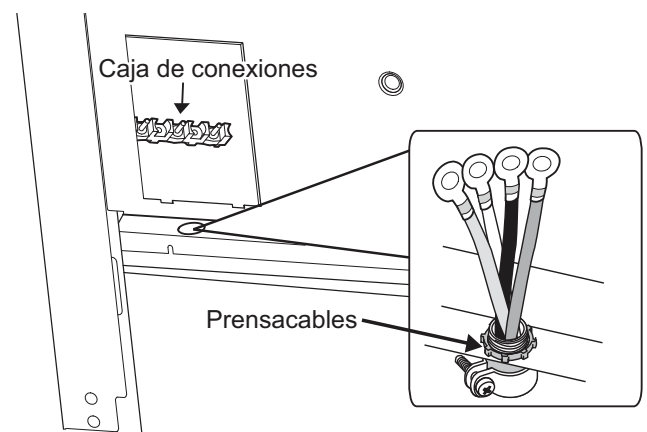

Figura 10: Ubicación del prensacables
Localice la caja de conexiones en la parte trasera del aparato y quite la cubierta (consulte la *Figura 10*). Se debe fijar el conducto a la caja de conexiones utilizando un conector de conducto aprobado. Se debe conectar la extremidad libre del conector de conducto a una caja de conexiones instalado en la zona de alimentación eléctrica, como se muestra en la *Figura 5 en la página 63*.
Instale un prensacables (no incluido) en el orificio de 1 pulg. (25,4 mm) de diámetro situado debajo de la caja de conexiones (vea la *Figura 10*). El cableado del aparato debe llegar hasta la caja de conexiones mediante el conducto, pasando a través del prensacables. Las extremidades de los cables deben tener fijadas lengüetas cerradas de 1/4 pulg., preferentemente soldadas en su lugar. Realice las conexiones a la caja de conexiones incluida.
1. Localice la caja de conexiones en la parte trasera del aparato y quite la cubierta (consulte la *Figura 10*).
3. Instale el prensacables (no incluido con la estufa) en el orificio de 1 pulg. (6 mm) de diámetro situado en el panel trasero, debajo de la caja de conexiones (vea la *Figura 10*). Pase los cables por el prensacables.